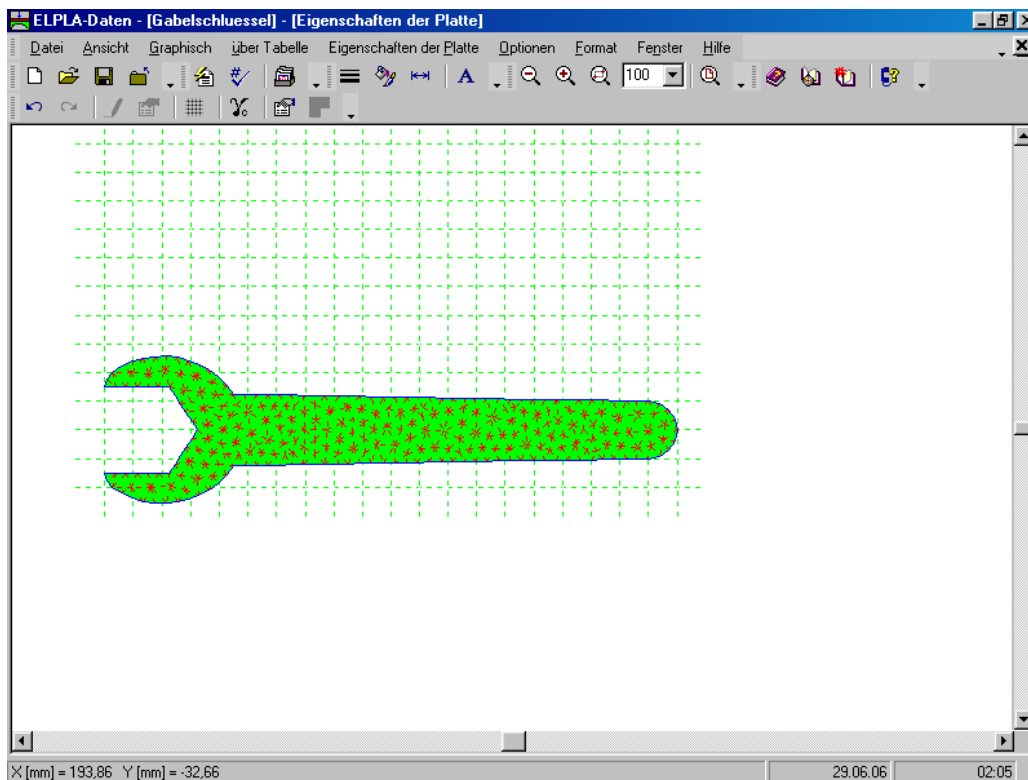
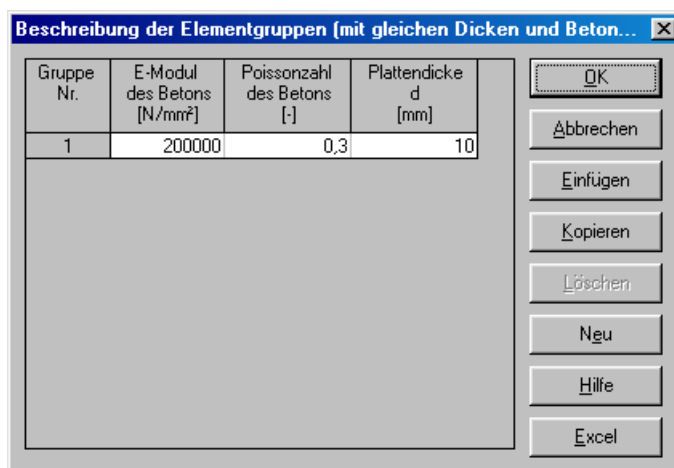
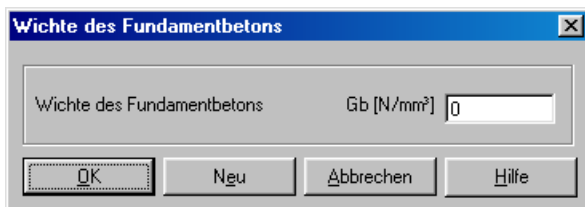

Bild 5-23 Eingebettetes Programm "Eigenschaften der Platte"
Bild 5-24 Listenfeld "Beschreibung der Elementgruppe"
Bild 5-25 Dialogfeld "Wichte des Fundamentbetons"
- Wählen Sie den Befehl "Eigenschaften der Platte" aus dem "Daten"-Menü des *ELPLA-Daten*-Fensters. Das folgende eingebettete Programm im Bild 5-23 erscheint mit Standardwerten der Eigenschaften der Platte. Diese für das gegenwärtige Beispiel erforderlichen Daten sind Material und Dicke des Gabelschlüssels
- Wählen Sie den Befehl "Elementgruppen" aus dem Menü "über Tabelle" im Fenster von Bild 5-23. Das folgende Listenfeld im Bild 5-24 mit Standardwerten erscheint. Um einen Wert im Listenfeld einzugeben oder zu modifizieren, schreiben Sie diesen Wert in die entsprechende Zeile, dann drücken Sie "Eingabe". Im Listenfeld von Bild 5-24 geben Sie E-Modul, *Poissonzahl* und Dicke des Gabelschlüssels ein. Eine Elementgruppe ist als Gruppe von Elementen definiert, die gleiche Dicke und gleiches Material haben
- Wählen Sie den Befehl "Wichte des Fundamentbetons" aus dem Menü "Eigenschaften des Fundaments" im Fenster von Bild 5-23. Das folgende Dialogfeld im Bild 5-25 mit einer Standardwichte von 25 [kN/m3] erscheint. Um das Eigengewicht der Platte bei der Berechnung zu vernachlässigen, schreiben Sie 0 im Textfeld "Wichte des Fundamentbetons"
- Wählen Sie den Befehl "Eigenschaften der Platte speichern" aus dem "Datei"-Menü im Bild 5-23, um die Eigenschaften des Gabelschlüssels zu speichern
- Wählen Sie "Eigenschaften der Platte schließen" aus dem "Datei"-Menü im Bild 5-23, um das eingebettete Programm "Eigenschaften der Platte" zu schließen und zum Hauptfenster von *ELPLA-Daten* zurückzukehren